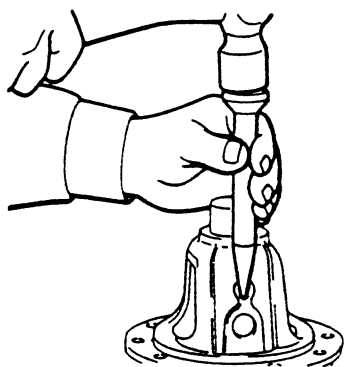

图 4-118 安装固定销
(1) 安装固定销，如图 4-118 所示，以榔头、锥凿将固定销装入定位。